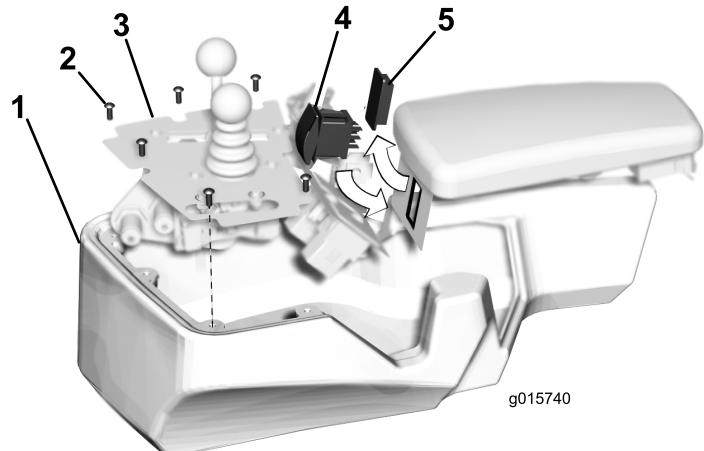

Figura 1
- Rimuovete il coperchio della consolle svitando le sette viti a brugola che lo mantengono in posizione (Figura 1).
- Dall'interno della consolle, estraete il tappo dal foro esercitando una pressione su di esso (Figura 1).
- Inserite l'interruttore a ginocchiera nel foro di montaggio della consolle come indicato nella Figura 1.